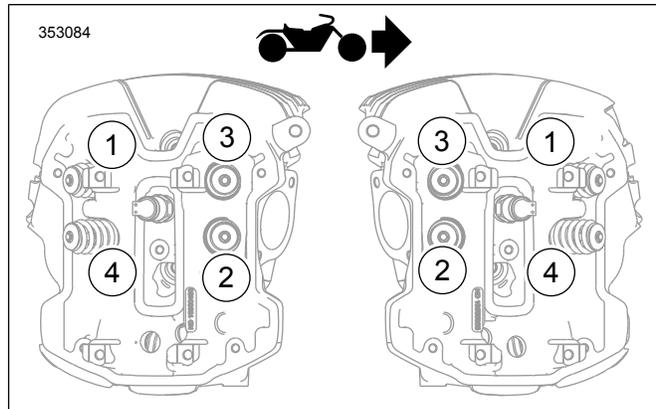

Figure 2. Séquence de serrage
- a. Appliquer de l'huile moteur **neuve** sous les écrous à embase de culasse (1).
- b. Appliquer quelques gouttelettes sur la culasse où l'écrou à embase (1) sera posée.
- c. Installez les écrous à embase de culasse (1).
5. Voir la Figure 2. Serrez **les nouveaux** écrous de culasse en cinq étapes suivant la séquence montrée.